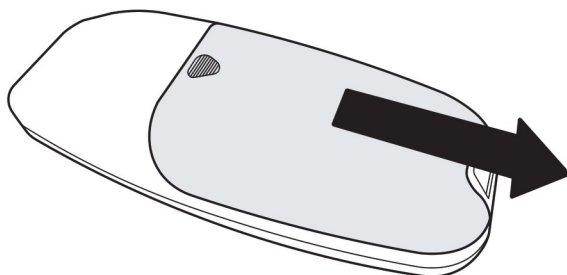

Fig. 15
Om de elektrische installatie te voltooien, bevestigt u de datakabel (4) tussen de relevante poorten (Fig.15.DAT) in de elektronische regeleenheden (2). Zorg ervoor dat deze stevig op zijn plaats zit.